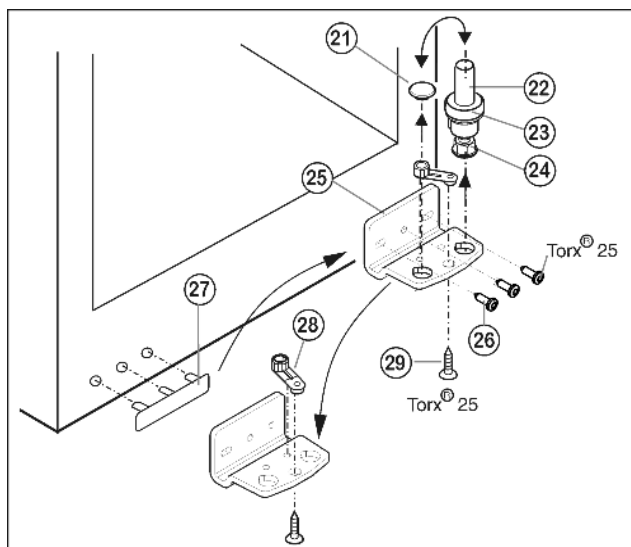

Fig. 5
- ▶ Retirer le pivot Fig. 5 (22) complètement avec le disque Fig. 5 (23) et le pied réglable Fig. 5 (24) par le haut.
- ▶ Enlever le bouchon Fig. 5 (21).
- ▶ Dévisser Fig. 5 (25) le support d'appui Fig. 5 (26).
- ▶ Dévisser l'élément pivotant Fig. 5 (28) et le permuter dans le trou opposé du support d'appui.
- ▶ Soulever le cache côté poignée Fig. 5 (27) avec précaution et le positionner sur le côté opposé.
- ▶ Revisser à fond le support d'appui Fig. 5 (25) sur le nouveau côté charnière en utilisant une visseuse sans fil si nécessaire, avec un couple de serrage de 4 Nm.
- ▶ Replacer le bouchon Fig. 5 (21) dans l'autre trou.
- ▶ Replacer complètement le pivot Fig. 5 (22) avec le disque et le pied réglable. Faire attention à ce que les ergots d'encliquetage soient tournés vers l'arrière.
- ▶ Placer la porte par le haut sur le pivot inférieur Fig. 5 (22).
- ▶ Aligner éventuellement la porte par rapport aux deux trous oblongs du support d'appui inférieur Fig. 5 (25) pour qu'elle affleure avec l'habillage de l'appareil. Pour cela, dévisser la vis centrale.